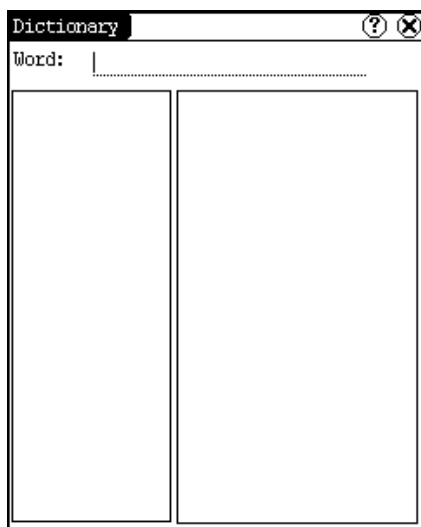

Abb. 4-09
- 1) In dem Popup-Menü von 'Tools' wählen Sie 'Wörterbuch', um das Wörterbuch-Interface zu öffnen. (Siehe Abb. 4-09)